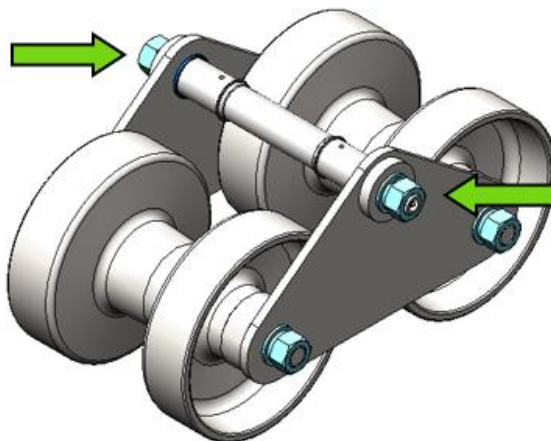

Рисунок 5.11. Точки смазки оси опорных катков
- ▶ Вставить удлинитель рычажно-плунжерного шприца в пресс-масленку (место расположения пресс-масленок показано стрелками на рис. 5.11.).